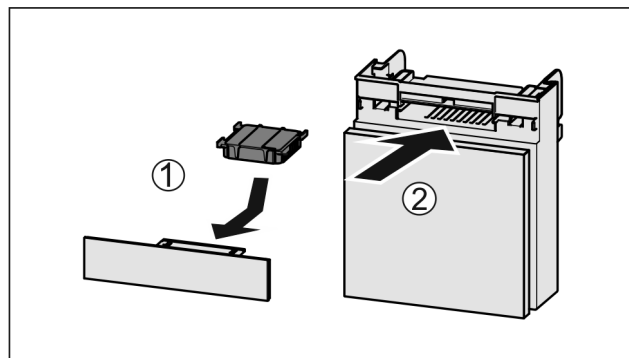

Fig. 167
- Filtr s aktivním uhlím vložte podle vyobrazení Fig. 167 (1).
- Zásuvku zasuňte Fig. 167 (2).